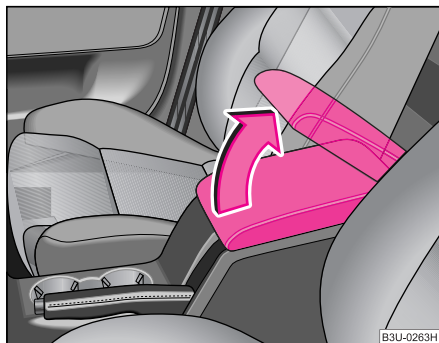

Fig. 96 Cotiera dintre scaunul conducătorului și scaunul pasagerului dreapta.
- Deschideți capacul cotierei ♥ fig. 96.